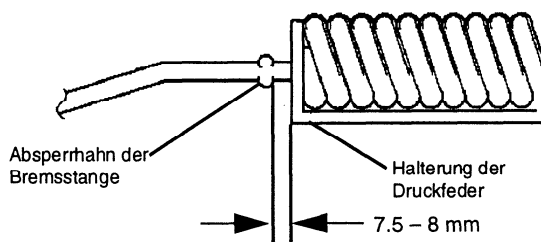

ABBILDUNG 38
- Abstand zwischen dem Ende der Druckfederhalterung und der Vorderkante des Absperrhahns der Bremsstange messen (siehe Abbildung 38).